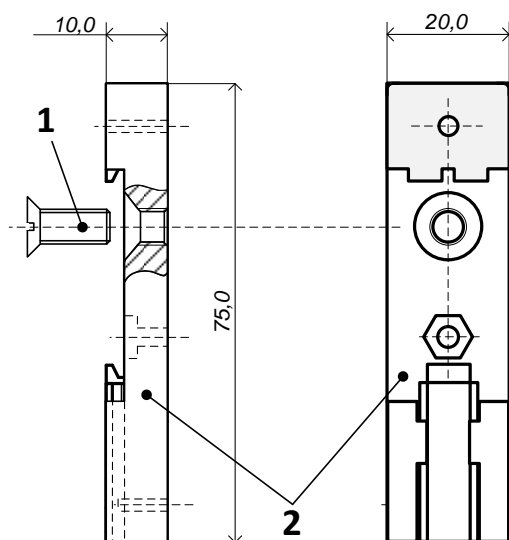

Рисунок 2. Основание (1-винт М6 для крепления изолятора к монтажному основанию, 2-монтажное основание для установки на рейку DIN)
- монтажное основание для установки на рейку DIN (см. рис. 2);
- винт с потай головкой М6х10 для крепления изолятора к монтажному основанию (см. рис. 2);